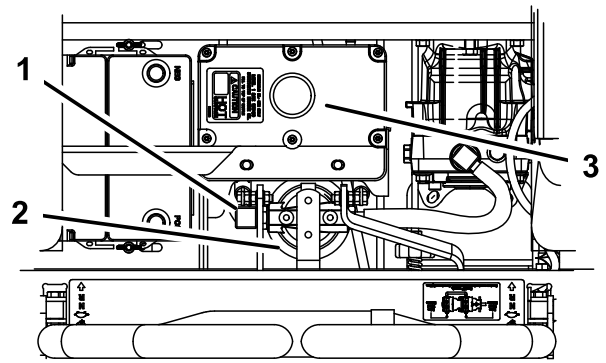

Bild 73
4. Nehmen Sie den rechten Hydraulikschlauch ab, der im Adapter endet (Bild 73).
6. Montieren Sie den rechten Hydraulikschlauch am Adapter (Bild 73).